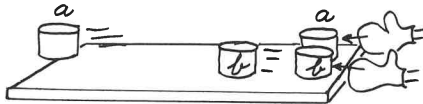

Fig. 29
c) To ens udseende dåser fra et supermarked står på bordet. Begge dåser får samtidig lige kraftige »boksestød« (fig. 29). Resultatet afhænger åbenbart udelukkende af dåsernes masser, da »k« forudsættes ens for dem begge.